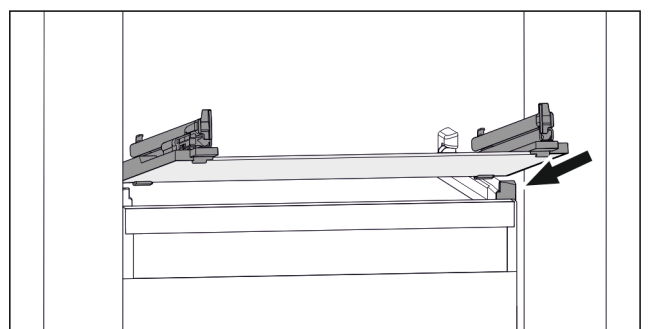

Fig. 38 Beispielhafte Darstellung der Glasplatte
- ▶ Glasplatte schräg hinter den Stopperrahmen aufsetzen. (siehe Fig. 38)